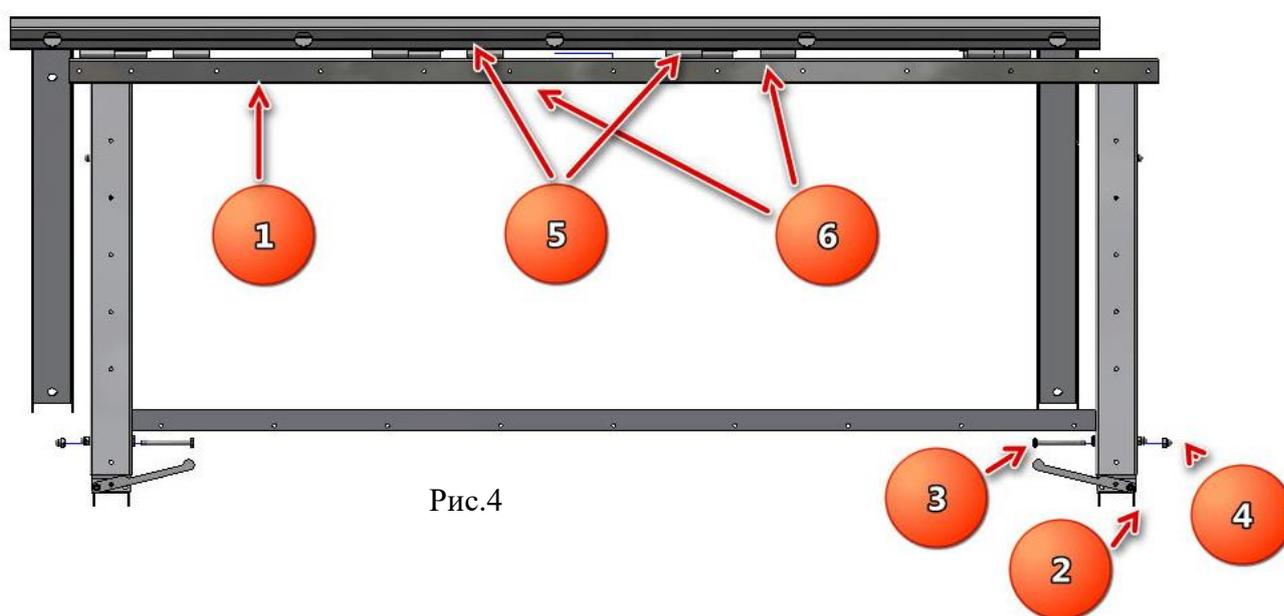

Рис.4
1. Возьмите поворотную раму поз.1 и установите ее на петли настенной рамы. рис.4
Аккуратно приподнимите поворотную раму и установите ее в горизонтальное положение затем наденьте правую полупетлю поз.5 на полу-петлю настенной рамы, а затем закрепите ее раме при помощи трех болтов М5х12 поз.6 рис.4 Перед затяжкой прижмите петлю поз.5 к ее ответной части для того что бы уменьшить осевые зазоры. Установите вторую полупетлю.